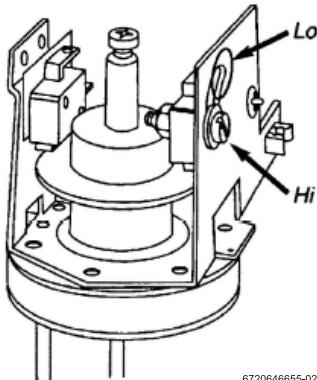

Fig. 5 Sélecteur d'alimentation
- Régler le sélecteur d'alimentation (Fig. 5) sur le réglage souhaité. S'il est réglé sur LO (Bas), une seule résistance fonctionne et la puissance sera diminuée de moitié. → Voir le Table 4 , page 7 pour connaître la hausse de la température selon le débit. Lorsque le sélecteur est réglé sur HI (Haut), les deux résistances fonctionnent et le débit sera à pleine puissance. Au moment du réglage du sélecteur d'alimentation, vérifier que la vis est bien vissée à fond jusqu'en butée.
Le sélecteur d'alimentation n'est pas vissé jusqu'en butée sur " HI "	Régler correctement le sélecteur sur " HI ", voir Fig. 5 .